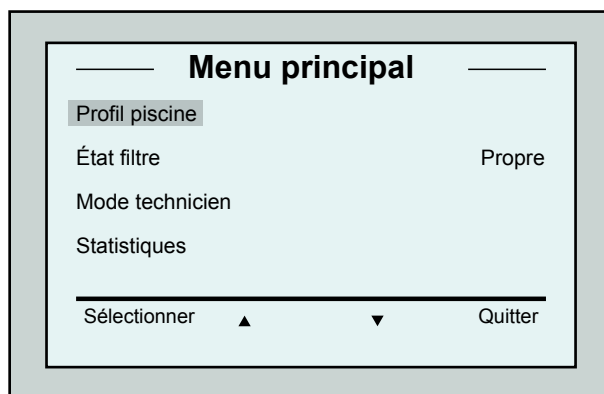

Figure 6 : Menu principal
Le Dolphin Wave a été conçu pour répondre à 4 configurations différentes de piscine qui, une fois définies, sont mémorisées dans le système MMI. Le robot est réglé par défaut en usine et peut être reconfiguré. Veuillez consulter pour cela le premier écran du *Menu principal*, Fig. 6 et celui des Réglages personnalisés, page 7.
2. Appuyez sur **Menu** pour accéder au *Menu principal* (Figure 6).